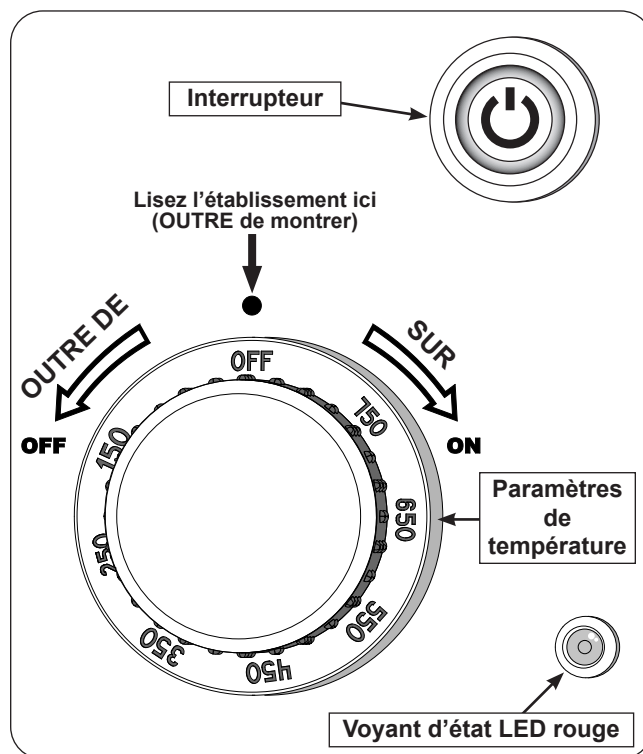

Fig. 34-1 Composants d'allumage
3. Allumez le gaz à sa source. Appuyez ensuite sur l'interrupteur d'alimentation (voir Fig. 34-1).
Pour votre commodité et votre sécurité, lorsque le système d'allumage allume l'appareil ET lorsque les brûleurs sont allumés, le voyant d'état à DEL rouge s'allume (voir fig. 34-1).